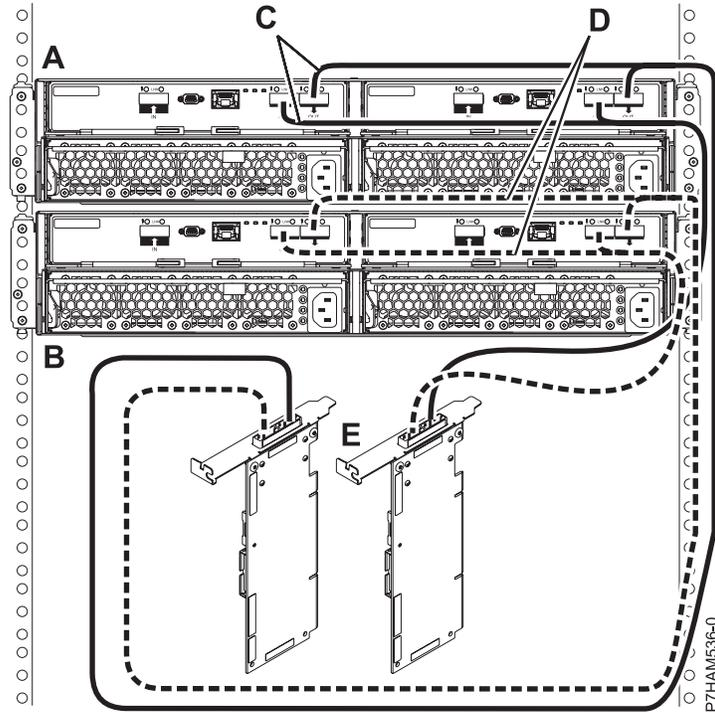

Figure 38. Mode 1 de connexion de deux boîtiers d'unité de disque 58/87 via des câbles YO à une paire d'adaptateurs SAS
11. Effectuez la connexion de mode 1 de deux boîtiers d'unité de disque 58/87 (A et B) via des câbles YO (C et D) vers une paire d'adaptateurs SAS (E), comme illustré dans la figure 38, à la page 73.
- Chaque adaptateur SAS de la paire (C) peut accéder aux 48 baies d'unité.